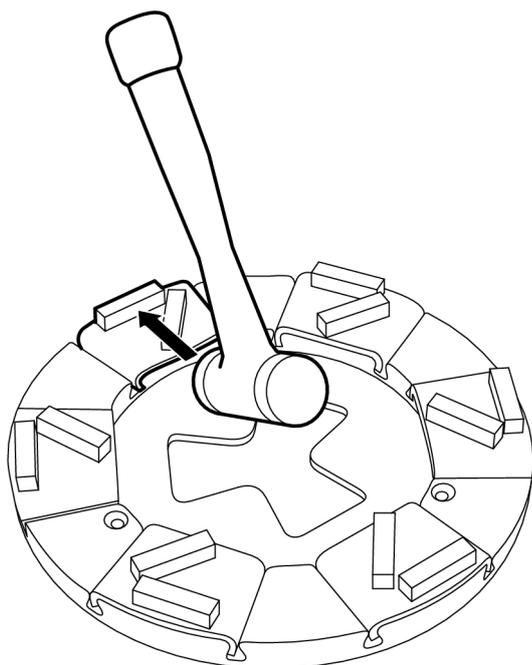

Рисунок 4-13. Снятие головок
2. Зафиксируйте шлифовальную головку в держателе инструмента несколькими легкими ударами резинового молотка, см. Рисунок 4-13, стр. 24.
3. Зафиксируйте шлифовальную головку в держателе инструмента несколькими легкими ударами резинового молотка, см. Рисунок 4-13, стр. 24.